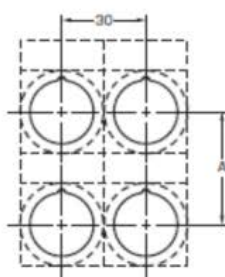

図1
- ・リード線を直にスイッチユニットの端子に接続する場合。(図1)